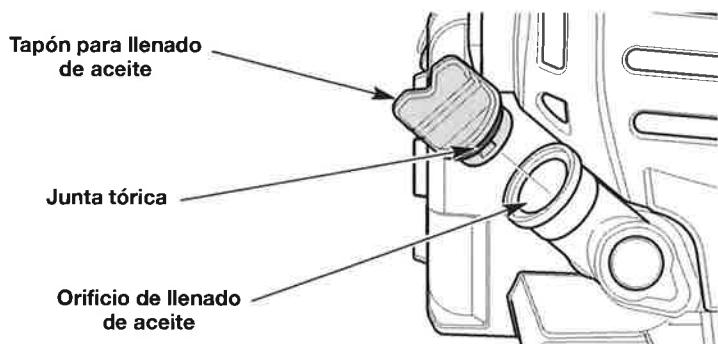

Fig. 14
2. Desenrosque el tapón de llenado de aceite (Fig. 14).
3. Vierta todo el contenido del recipiente dentro del orificio de llenado de aceite (Fig. 14). **NO** llene el depósito en exceso. Consulte *Control del nivel de aceite*.
**NOTA:** Compruebe que la junta tórica esté en su lugar en el tapón de llenado de aceite (Fig. 14).